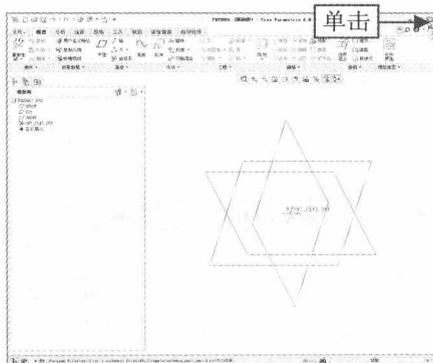

图 1-3 单击鼠标左键
**Step 01** 在标题栏右上角的“关闭”按钮上，单击鼠标左键，如图 1-3 所示。